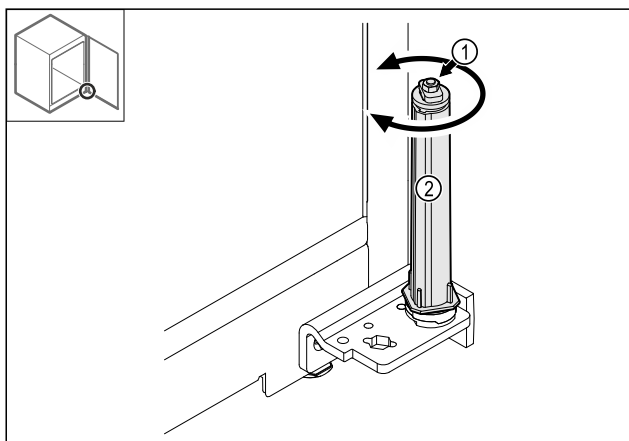

Fig. 41
- ▶ Nerozebírejte šroubové spojení Fig. 41 (1) uzavíracího systému.
- ▶ Otáčejte uzavíracím systémem Fig. 41 (2), dokud nezacvakne.